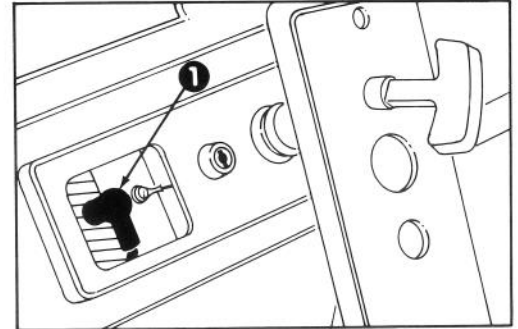

Figure 16
2. **ENLEVEMENT DE LA BOUGIE** (Fig. 16) — Débranchez le câble de la bougie et enlevez la bougie. Examinez la bougie et remplacez-la si elle est fendue, encrassée ou sale. **NE PASSEZ PAS AU JET DE SABLE, NE RACLEZ ET NE NETTOYEZ PAS LA BOUGIE CAR LA SALETE PEUT SE DEGAGER ET TOMBER DANS LA CYLINDRE, CAUSANT AINSI DES DOMMAGES AU MOTEUR.**